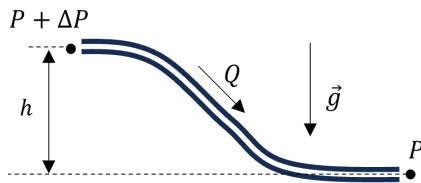

Рис. 1. Протекание жидкости по каналу.
2.1. Определите динамическую вязкость η «сухой воды» при комнатной температуре. Для определения η можно воспользоваться исследованием объёмного расхода Q жидкости при течении её через цилиндрический канал. Объёмный расход при ламинарном течении описывается формулой Пуазейля (см. рис. 1):